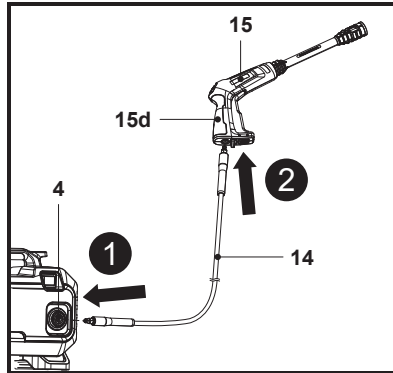

Fig. 4
1. Inserte uno de los extremos de la manguera de presión (14) en el conector de la manguera (4) de la máquina hasta que oiga un clic (Fig. 4, paso 1).
3. Inserte el otro extremo de la manguera de presión (14) en el conector de la manguera (15d) de la pistola pulverizadora (15) hasta el tope; oirá un clic (Fig. 4, paso 2).